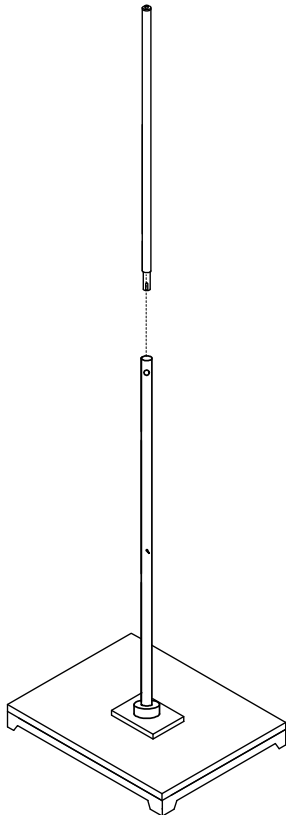

Figure 2
2. Glissez le montant supérieur dans le montant inférieur. (Voir Figure 2)